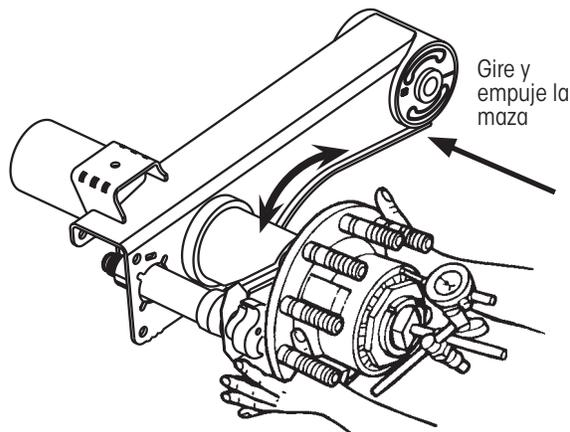

Figura 5: Revisando Juego Axial hacia adentro
**NOTA:** Una evaluación razonable se puede realizar sin quitar rines y llantas. Sin embargo, este procedimiento se realiza mejor con la maza solamente, como se muestra en la Figura 5 en la página 8.
- 8. Sujete la maza como se muestra en la Figura 5, y **empuje** hacia adentro **mientras gira** la maza ligeramente en ambas direcciones (15 - 30° entre dos agujeros) hasta que la lectura del indicador permanezca constante. **Registre** la lectura.